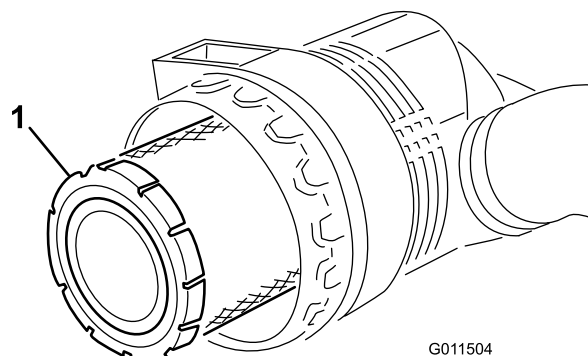
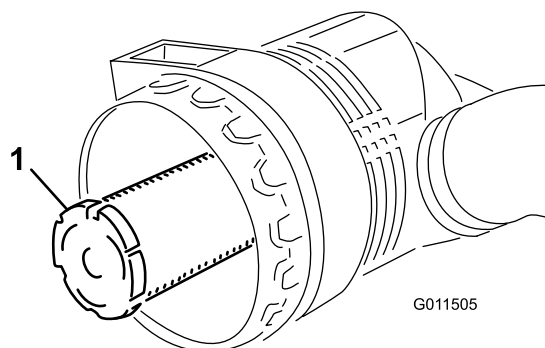

Figura 72
Figura 73
3. Retire el filtro primario (Figura 72). No se recomienda limpiar el elemento usado debido a la posibilidad de causar daños al medio filtrante. Asegúrese de que el filtro nuevo no ha sido dañado durante el transporte, comprobando el extremo sellante del filtro y la carcasa. No utilice el elemento si está dañado. **No** retire el filtro de seguridad (Figura 73).
Importante: No intente nunca limpiar el filtro de seguridad (Figura 73). Sustituya el filtro de seguridad por uno nuevo después de cada tres lavados del filtro primario.
4. Cambie el filtro primario (Figura 72).